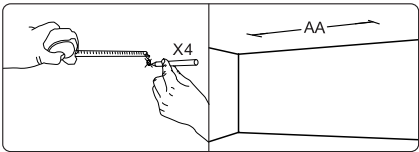

图 7
2. 根据测量距离在天花板上相应位置用电钻钻四个大小适中的孔位，并在这四个孔内打入四个 $\phi 5 \times 60\text{mm}$ 膨胀螺丝（选配件）。（如图7）